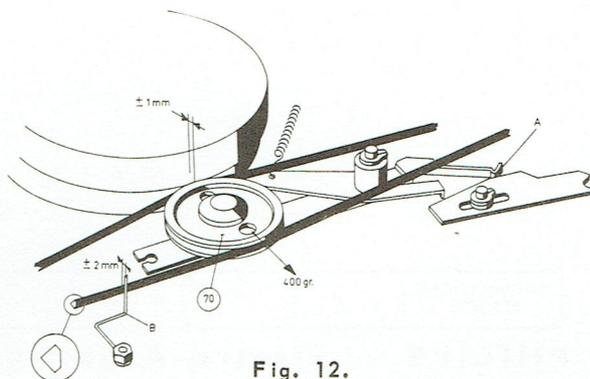

Fig. 12.
- Dévisser l'écrou de l'équerre de protection de la courroie B, voir figure 12.
- Retirer la courroie d'entraînement, pos. 68.
- Dévisser les vis pos. 33
- Retirer les deux ressorts, pos. 116 et pos. 124.
- La distance entre l'étrier B (voir la figure 12) doit être d'environ 2 mm.
**Nota :** La courroie doit se déplacer, le coté rémoulu étant dirigé vers l'extérieur, sur les deux poulies, et la roue d'entraînement, (voir la figure 12).
**Réglages lors du rebobinage, voir la figure 12.**